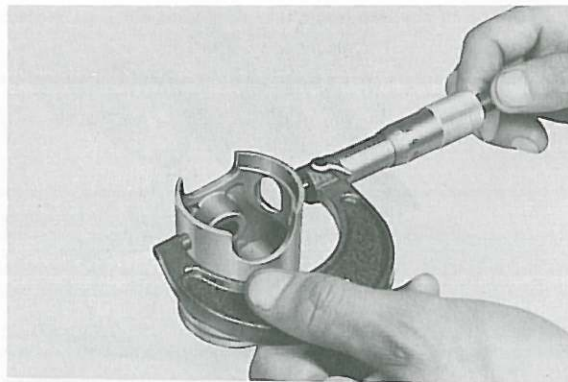

Fig. 3-3-13
6. Using an outside micrometer, measure piston diameter. The piston is cam-ground and tapered. The only measuring point is at right angles to the piston pin holes about 10 mm from bottom of piston. Compare piston diameter to cylinder bore measurements. Piston maximum diameter subtracted from minimum cylinder diameter gives piston clearance. If beyond tolerance, hone cylinder to tolerance or re-bore to next over-size and fit over-size piston. (Fig. 3-3-13)
6. Mesurer le diamètre du piston avec un palmer. Le piston présente une ovalisation et une conicité, et la seule mesure significative est obtenue perpendiculairement à l'axe des trous d'axe de piston et à environ 1 cm des bords inférieurs de la jupe. Comparer le diamètre du piston aux mesures obtenues pour l'alésage du cylindre. Le jeu du piston est la différence entre le diamètre minimum du cylindre et le diamètre maximum du piston. Si ce jeu dépasse la tolérance, roder le cylindre et installer un piston standard légèrement supérieur à la cote, ou bien réalésé le cylindre, et installer un piston surprofilé. (Fig. 3-3-13)
6. Kolbendurchmesser mit einem Außenmikrometer messen. Der Kolben ist leicht oval geschliffen und kegelig. Der einzige Meßpunkt befindet sich im rechten Winkel zur Kolbenbolzenbohrung etwa 10 mm von der Unterkante des Kolbens entfernt. Kolbendurchmesser mit dem Zylinderbohrungsdurchmesser vergleichen. Wenn der Kolbendurchmesser vom kleinsten Zylinderbohrungsdurchmesser abgezogen wird, ergibt sich das Kolbenspiel. Wenn dieses außerhalb der zulässigen Toleranz liegt, muß der Zylinder auf das richtige Maß gehont bzw. auf die nächste Übergröße aufgebohrt werden; im letzteren Fall ist auch ein Übermaßkolben zu verwenden. (Fig. 3-3-13)